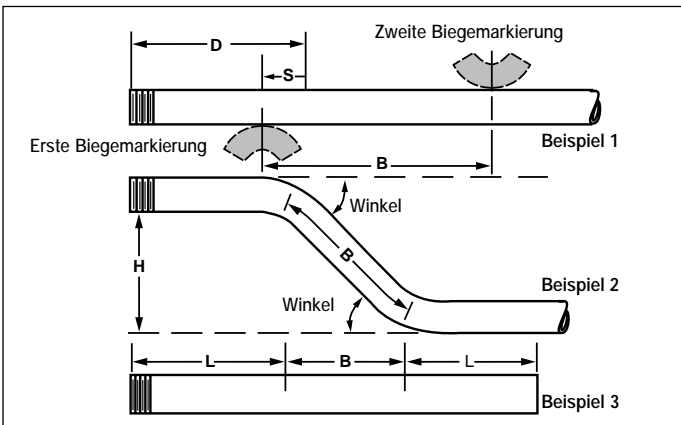

Abbildung 7
- Den gewünschten Kröpfungswinkel für das Formstück bestimmen. Die erste Biegung am Abstand (D) abzüglich Rücksetzmaß (S) vom Rohrende aus entsprechend den "Biegehinweisen für Rohrknie" in Abschnitt 7.2 Nr. 2 und 3 markieren.
- Den Abstand (B) aus der Kröpfungstabelle 4 für den gleichen Biegewinkel wie bei der ersten Markierung entnehmen. **HINWEIS:** Für jeden gewünschten Kröpfungswinkel (H) können Rohre mit dem in der Tabelle angegebenen Maximaldurchmesser für die angegebenen Winkel gebogen werden.
- Die zweite Biegemarkierung (B) am Rohr wie in Abbildung 7, Beispiel 1 markieren.